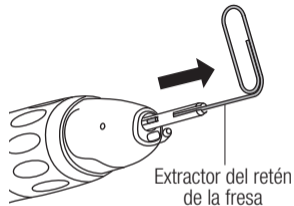

Fig. 4
- 2) Inserte el extractor del retén de la fresa suministrado en el dispositivo de sujeción. Extraiga el retén de la fresa enganchándolo en la ranura del retén de la fresa. (Fig. 4)